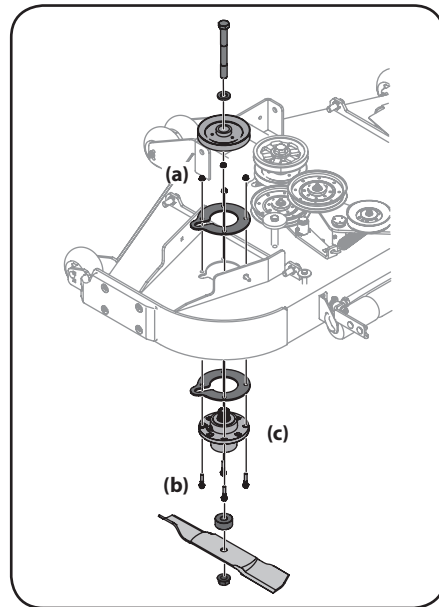

Figure 4-21
6. À l'aide d'une clé de 3/16" ou d'une clé à rochet, retirez les écrous autobloquants et les boulons à bride. Retirez ensuite la fusée assemblée. Voir Figure 4-21.